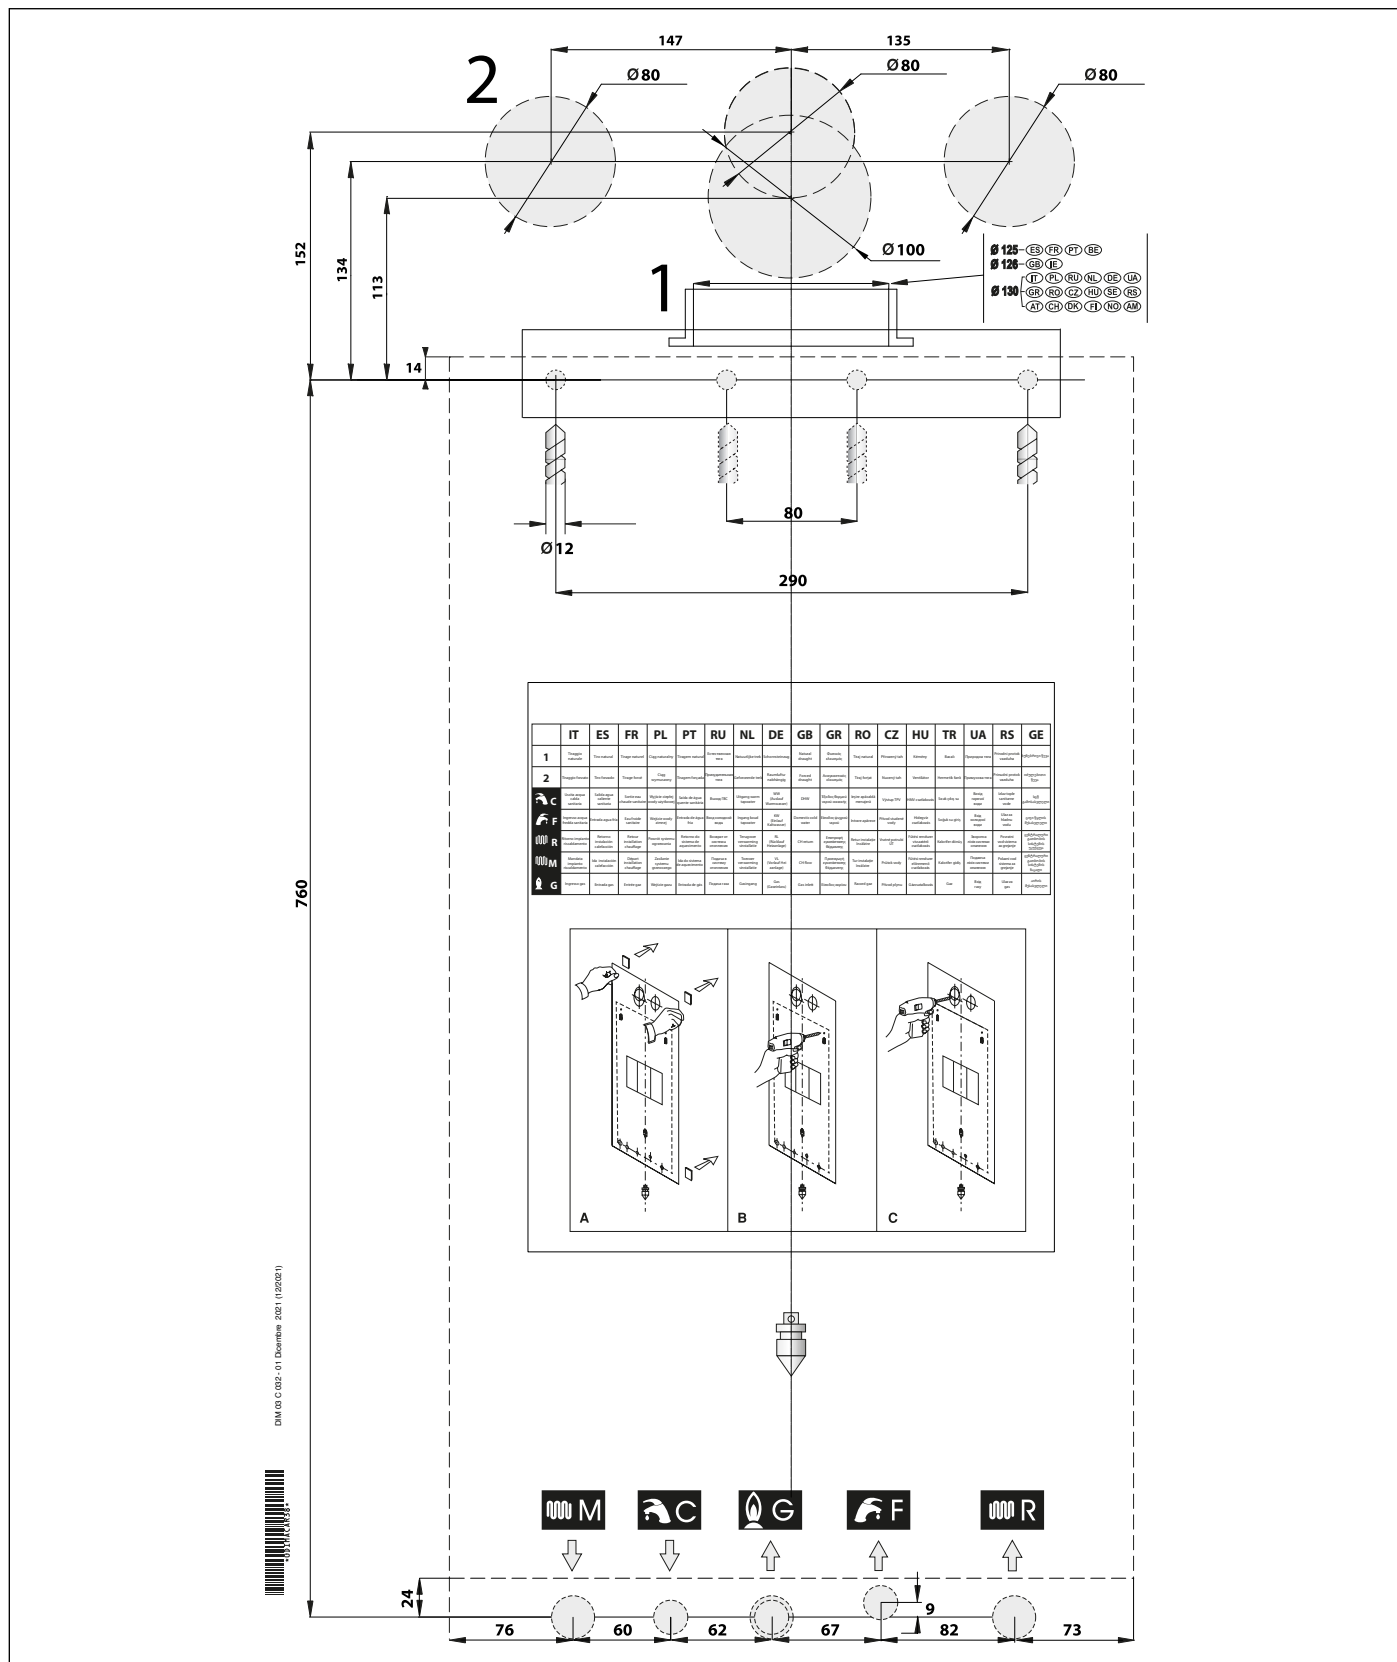

Рис. 15 Паперовий шаблон.
- » монтажний паперовий шаблон для настінного котла (див. Рис. 15 Паперовий шаблон.).
Кожний котел забезпечений спеціальним паперовим шаблоном, що знаходиться в упаковці (див. Рис. 15 Паперовий шаблон.).